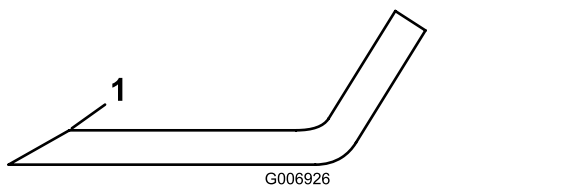

Figure 76
4. Examinez les tranchants de toutes les lames. S'ils sont émoussés ou ébréchés, affûtez uniquement le haut du tranchant et conservez l'angle de coupe d'origine pour obtenir une coupe nette (**Figure 76**).